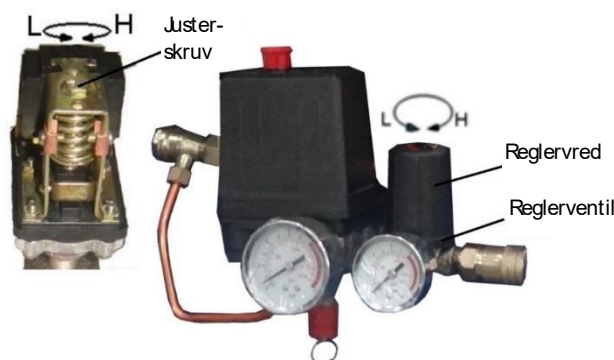

Fig. 3
- 1) Kompressorn styrs vid normal drift av en tryckströmställare. Tryckströmställare styr kompressorn automatiskt. Så snart motorn stängs av ska tryckluften i utloppsröret släppas ut genom avlastningsventilen under strömställaren. Detta måste utföras före återstart, eftersom motorn annars kommer att skadas. Märktrycket kan justeras genom att vrida strömställarens justerskruv (Fig. 3). Märktrycket har justerats under tillverkningen. Ändra inte.
- 2) Tryckluftens utloppstryck kan justeras med reglerventilen. Dra upp knappen på reglerventilen och vrid den medurs eller moturs för att höja eller sänka trycket (Fig. 3).